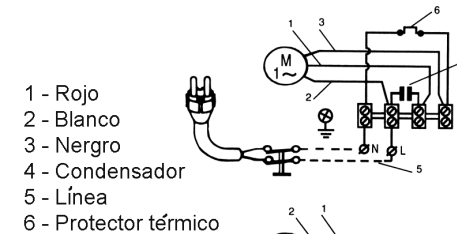

Figura 3 : Conexion eléctrica
La protección del sistema se realizará con un interruptor diferencial (I_{fn} = 30 mA.). Si tiene que funcionar al aire libre, el cable de alimentación debe corresponder a la norma CEE(2) o bien al tipo H07 RN-F según VDE 0250. En los esquemas de la figura 3 se facilitan una correcta conexión eléctrica.